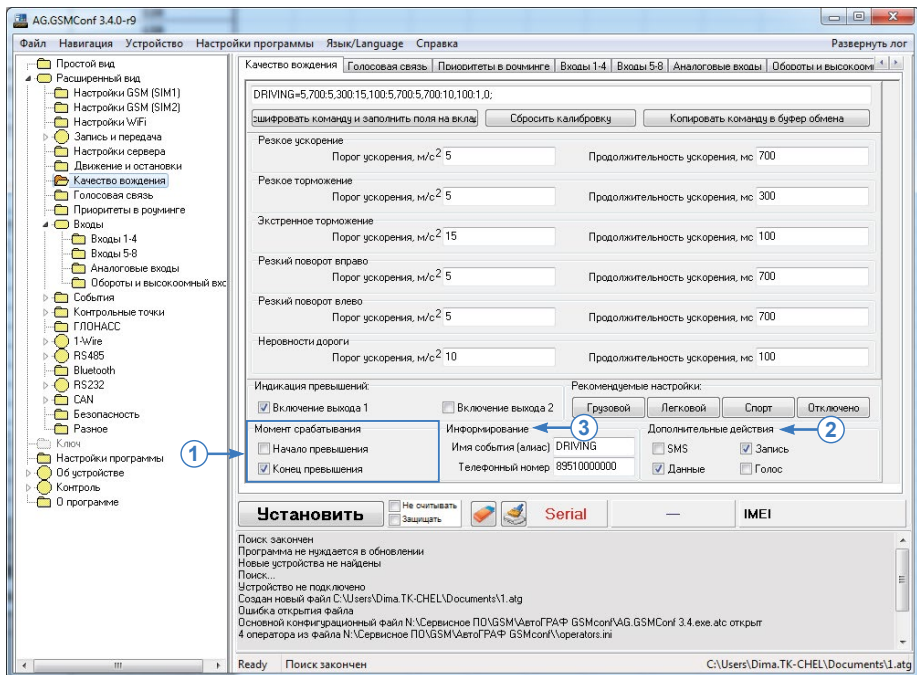

Рис.8. Настройка дополнительных действий.
- в разделе «Момент срабатывания» выберите момент начала обработки заданных действий (**Рис.8, п.1**). Вы можете выбрать одну или обе опции. В последнем случае действие будет обрабатываться и в момент превышения порога, и после обратного уменьшения ускорения;
- в разделе «Дополнительные действия» выберите дополнительные операции для выполнения (**Рис.8, п.2**):
- если одним из дополнительных действий выбрана операция «SMS» или «Голос», то в строке «Телефонный номер» (**Рис.8, п.3**) введите номер телефона, на который будет отправлено сообщение или выполнен звонок. Номер должен быть введен с префиксом +7 или 8.
- для операции «SMS» задайте имя события в строке «Имя события (алиас)» (**Рис.8, п.3**). Алиас события указывается в SMS, отправленных контроллером при превышении порогов ускорений и позволяет идентифицировать эти события.